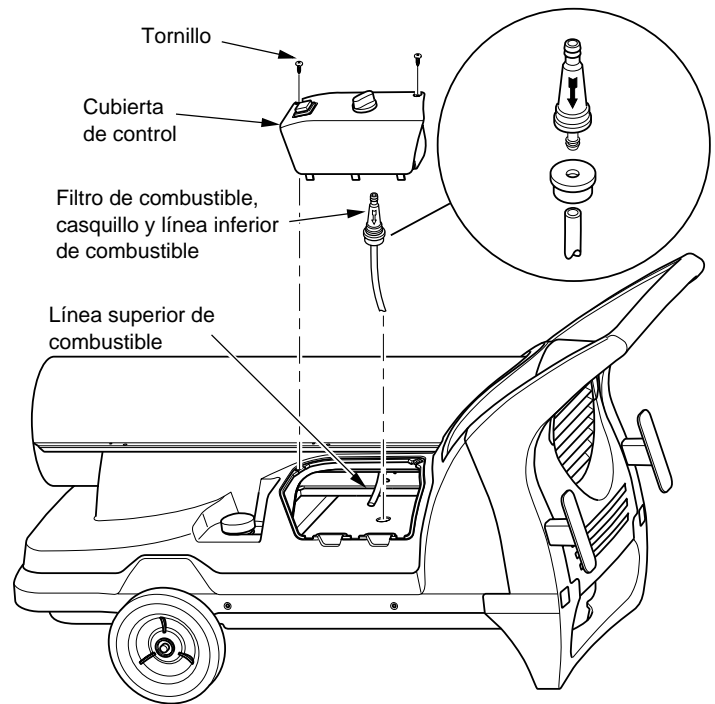

Figura 11 - Desmontaje del filtro de combustible
3. Quite la línea superior de combustible del cuello del filtro de combustible (consulte la figura 11).
4. Cuidadosamente saque el casquillo, el filtro de combustible y la línea inferior de combustible del tanque de combustible (consulte la figura 11).
3. Quite dos tornillos de la cubierta del control con un destornillador phillips. Desmonte la cubierta del control (consulte la figura 11, página 9).
12. Vuelva a colocar la cubierta del control (consulte la figura 11, página 9).
- Quite los tornillos de la cubierta del control utilizando un destornillador phillips (consulte la figura 11, página 9).